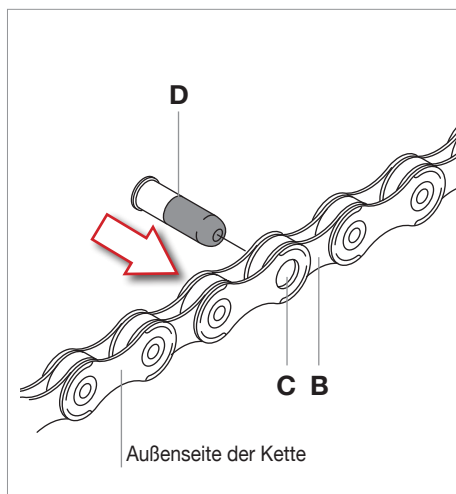

Abb.6
- Setzen Sie das innere Kettenglied (B - Abb. 6) in das äußere Kettenglied (C - Abb. 6) ein, führen Sie dann von der Innenseite der Kette her nach außen das Führungsteil der Verbindungshülse ULTRA-LINK 5-CN-SR700 (D - Abb. 6) in das Loch des Kettengliedes ein.